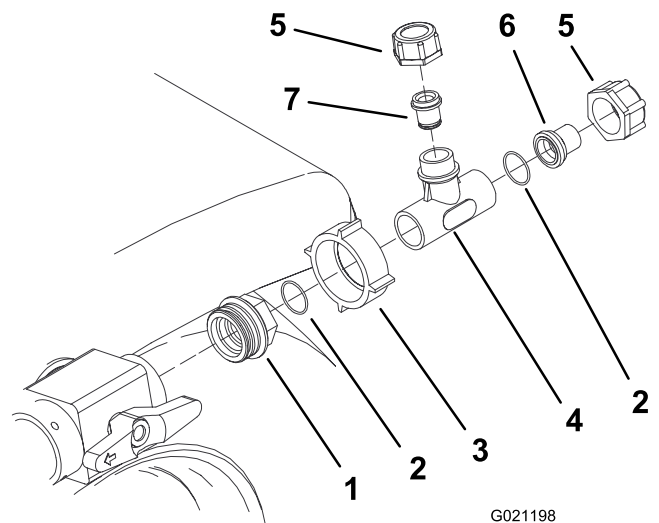

Bild 10
- Schließen Sie das große Adapterende des T-Anschlusses am Regelventil an (Bild 10).
- Ziehen Sie die große Kunststoffmutter an, um den T-Anschluss am Regelventil zu befestigen (Bild 10).